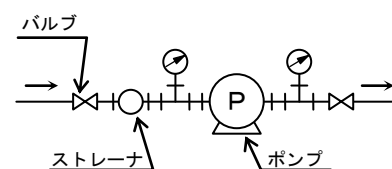

図 6
- (b) 吸込配管は図 6 のように異物などを吸い込まれないようストレーナを取付けてください。